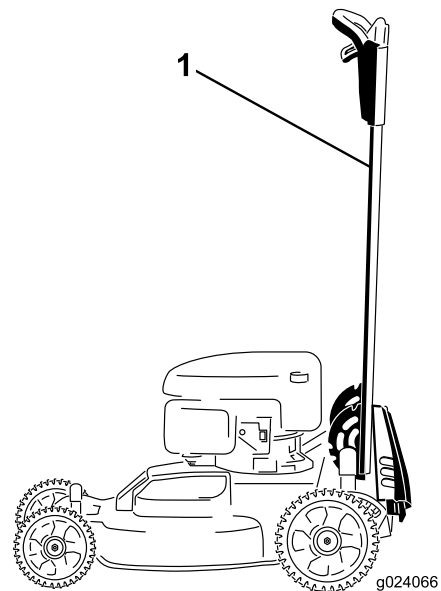

Figure 1
1. Bloquez le guidon à la position verticale (Figure 1); voir Réglage de la hauteur du guidon dans le *Manuel de l'utilisateur*.